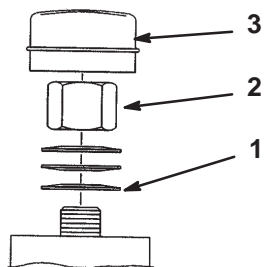

Figure 58
2. Retirez le capuchon anti-poussière de la roue et serrez le contre-écrou (Fig. 58).
3. Continuez de le serrer jusqu'à ce que les rondelles élastiques soient aplaties, puis desserrez-le de 1/4 de tour pour obtenir la précharge correcte des roulements (Fig. 58).
Important Veillez à installer les rondelles comme illustré à la Figure 58.